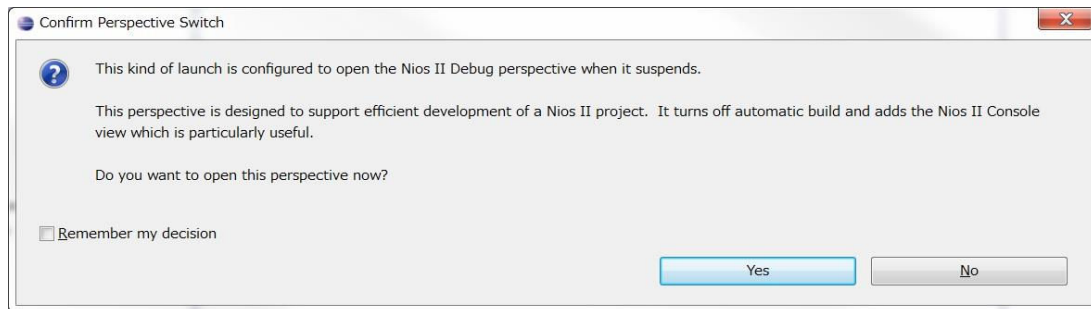

図 1.3.16 Confirm Perspective Switch 画面
- RefreshConnections をクリックし KEIm SoM と接続できていることを確認してください。System ID checks の 2 か所、Download の”Reset the selected target system”にチェックを入れます。TargetConnection 確認画面を図 1.3.16 に示します。